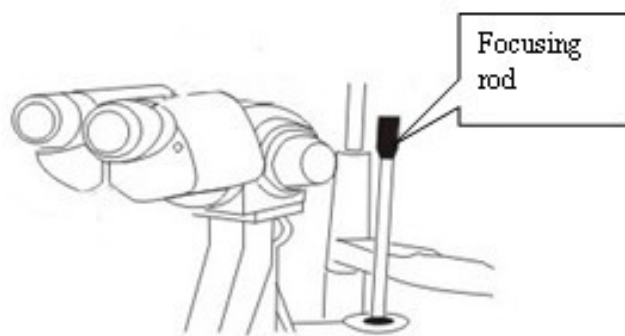

Figura 10
- ✧ Priviți prin ocular și rotiți inelul ocularului în sensul acelor de ceasornic până când puteți vedea clar imaginea tijei de focalizare (Figura 10)